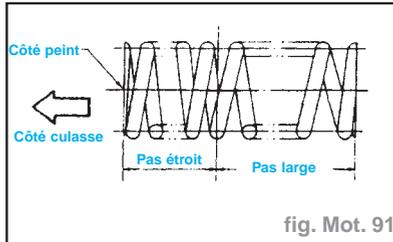

fig. Mot. 91
- serré vers la culasse (fig. Mot. 91).